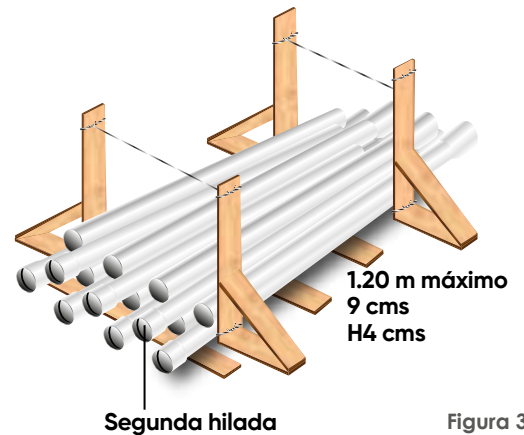

Figura 3
3. De no contar con una superficie homogénea ubicar dos bloques de madera en el centro con una separación de 1.20m máximo y un bloque sobre los extremos fuera de los paralelos. Cada trozo de madera debe tener un espesor mínimo de 4cm y un ancho de 9 cm como se observa en la figura 3. Se debe tener en cuenta que no queden las compuertas en contacto con los bloques de madera.